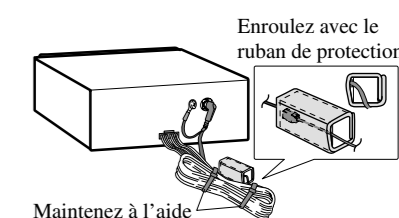

Fig. 10
- Pour installer la boîte de raccordement de câble à fibres optiques au moyen des attaches. (Fig. 10)